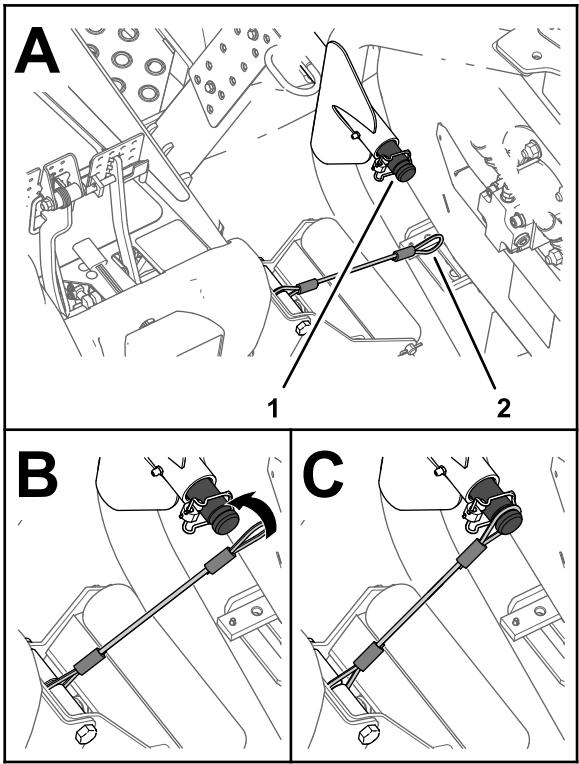

Figura 26
- Allineate il cordino all'albero portante del braccio di sollevamento dell'apparato di taglio anteriore esterno (Figura 26).
6. Fate scorrere l'occhiello del cordino sull'albero portante fino a quando non è completamente inserito nella scanalatura sull'albero (Figura 26).